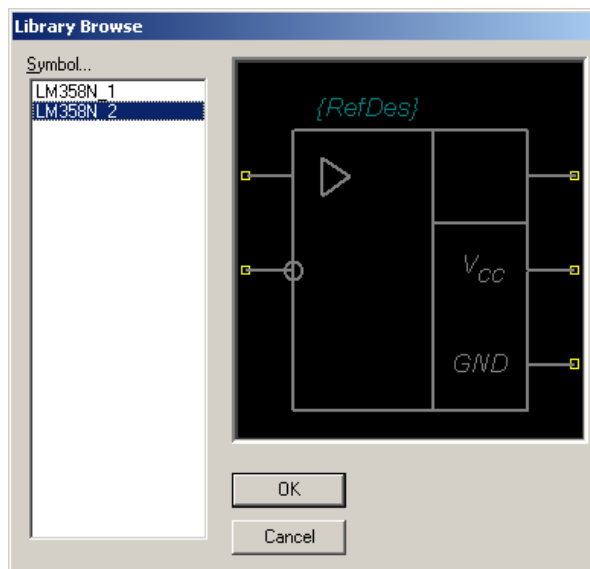

Рис. 22 Выбор символа для второй секции
- 8.11 Назначьте для второй секции символ с именем **LM358N_2** (рис. 22).